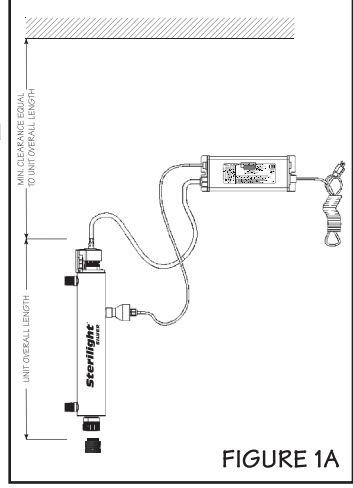

FIGURE 1A
2. Choisir un emplacement approprié pour l'installation du système de désinfection et des composants connexes. Tenir compte de la recommandation d'installer un disjoncteur de fuite à la terre (recommandé). Le système peut être installé verticalement (l'orifice d'entrée d'eau en bas – Figure 1A) ou horizontalement (Figure 1B); cependant, il est préférable de l'installer verticalement. Lors du choix de l'emplacement d'installation, veiller à laisser un espace libre suffisant pour les opérations de remplacement de la lampe UV et/ou du manchon de quartz (typiquement, on laisse un espace correspondant à la taille du réacteur lui-même). (Note : pour fins de démonstration seulement, ces diagrammes représentent une installation “PLUS” avec un capteur à UV)
2. Select a suitable location for the disinfection system and its related components. As it is recommended to install a ground fault protected circuit (GFCI), make sure that this is taken into consideration prior to any installation. The system can either be installed vertically (inlet port at the bottom) (Figure 1A), or horizontally (Figure 1B), however the vertical installation is the most preferred method. When selecting a mounting location, you must also leave enough space to allow for the removal of the UV lamp and/or quartz sleeve (typically leave a space equal to the size of the reactor chamber itself). (Note: Installation drawings show Silver “PLUS” system with UV sensor for representation purpose only)